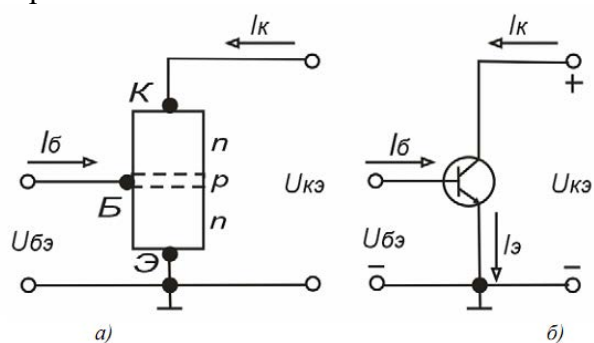

Рис.3. Транзистор типа n-p-n: а) - структура; б) -условное обозначение
5. По данным таблицы 3 построить регулировочные характеристики $I_B = f(I_H)$ при $U = \text{const}$ (см. рис.3).
8. По данным таблицы 3 построить механические $n = f(M)$ и электромеханические $n = f(I_{\text{я}})$ характеристики (примерный вид характеристики показан рис.3).
Принцип действия транзистора, включенного по схеме с общим эмиттером, показан на рис. 3.
Структура транзистора типа n-p-n, включенного по схеме ОЭ (рис.3, а). Условное обозначение такого транзистора приведено на рис. 3. б. Для удобства отсчета потенциалов эмиттер транзистора заземлим. Входным электродом транзистора является база p-типа, выходным - коллектор n-типа. В соответствии с изложенным ранее между базой и эмиттером подается небольшое положительное напряжение $U_{бэ}$, а между коллектором и эмиттером напряжение $U_{кэ}$ также положительное и большее, чем $U_{бэ}$ (несколько вольт). Тогда на переходах транзистора получаются напряжения, соответствующие его работе в усилительном режиме.